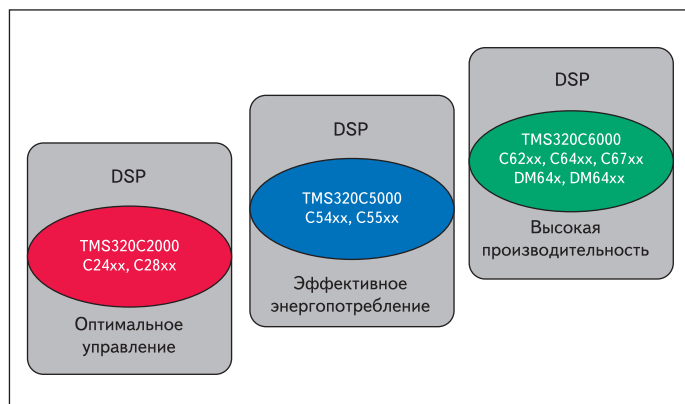

Рис. 1. Основные семейства DSP компании Texas Instruments
На рис. 1 показаны три основных семейства цифровых сигнальных процессоров (DSP) компании Texas Instruments (TI).